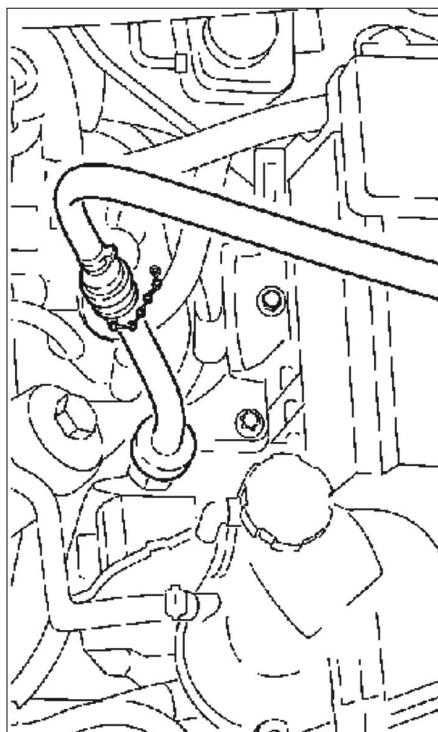

Fig. 15
- Raccorder une durit sur la vis de purge, l'autre extrémité étant reliée à un bac de récupération (Fig.15).